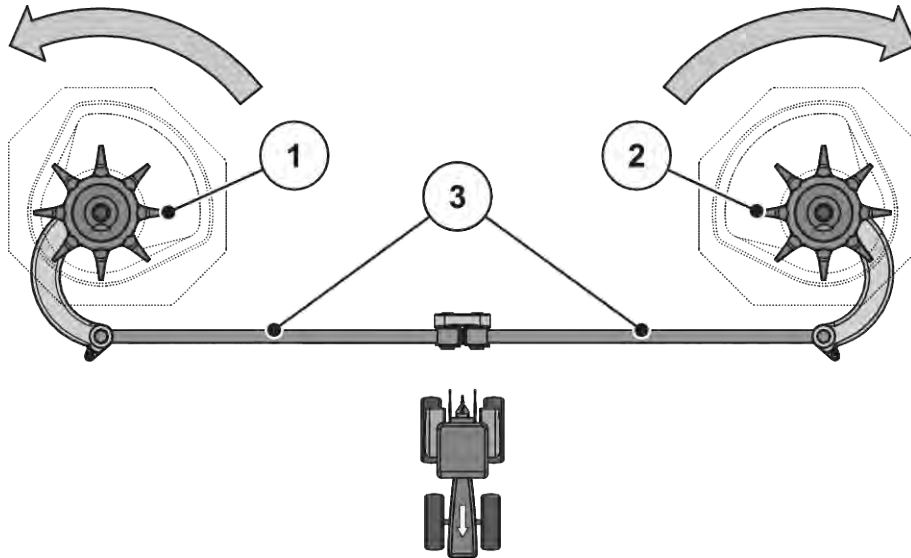

図 54: アジテータードライブの点検
- ▶ アジテーターターレットを手で**散布ディスクの回転方向**に回します。参照: 図 54 アジテータードライブの点検。
- ▶ アジテーターターレットをオイルフィルターバンドを使うか、手で**散布ディスクの回転方向と反対の方向**に回します。参照: 図 54 アジテータードライブの点検